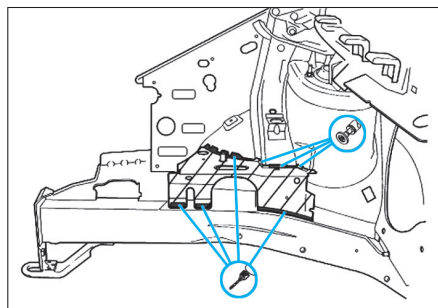

FIG. 1
• Désolidariser la console de moteur du passage de roue à l'aide d'une meuleuse droite (Fig.1).